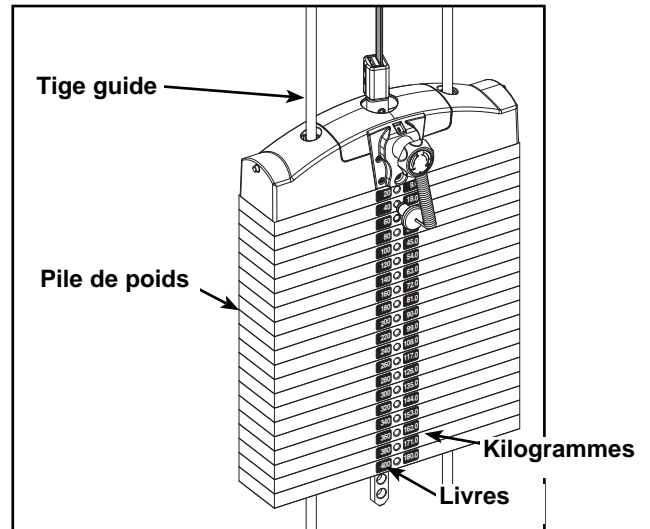

Figure 15
- E. Enlevez avec précaution la pellicule protectrice en veillant à ce que les autocollants adhèrent aux plaques de poids. Reportez-vous à la figure 15.